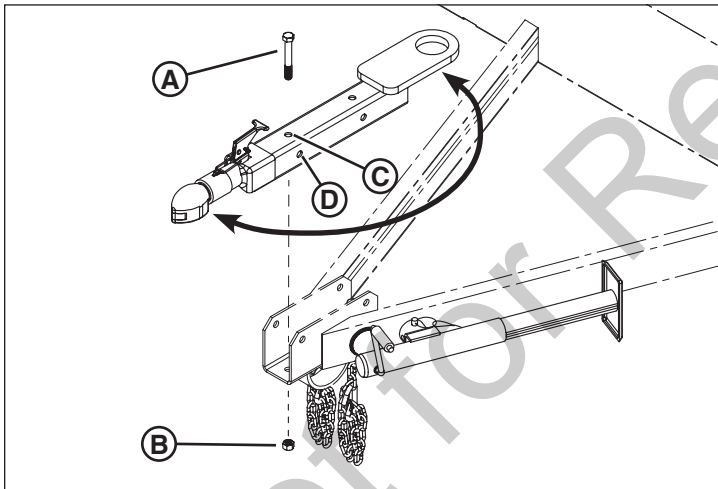

Figura 10
2. Retire los dos tornillos de cabeza hexagonal (A, Figura 10) y las contratuercas (B) que fijan la parte tubular del argollón de contera a la lengua. Deseche las contratuercas. No quite los
4. Inserte los dos tornillos de cabeza hexagonal que se retiraron en el paso 1 por los orificios correspondientes en la lengua y por los orificios en la parte tubular del argollón de contera (C, D, Figura 10).